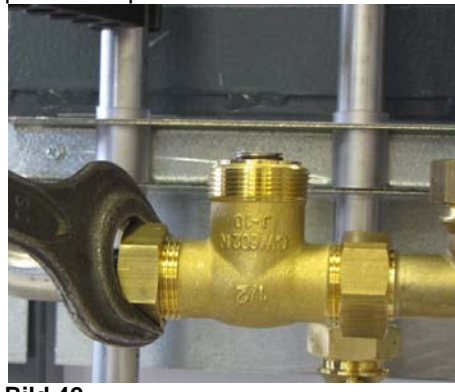

Bild 42
3. Lossa ventilen med en fast nyckel (Bild 42). Notera pilens riktning på ventilen.